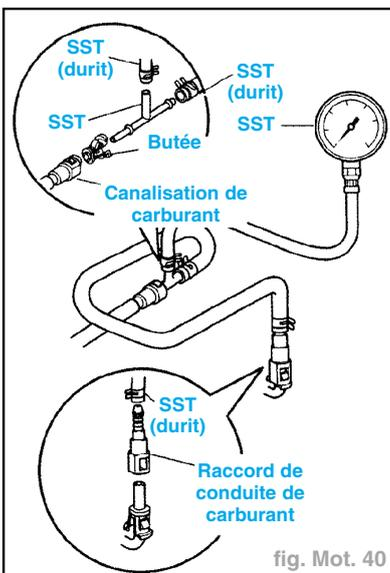

fig. Mot. 40
- Monter le SST (manomètre) comme illustré à l'aide du SST et du raccord de la durit de carburant (fig. Mot. 40).